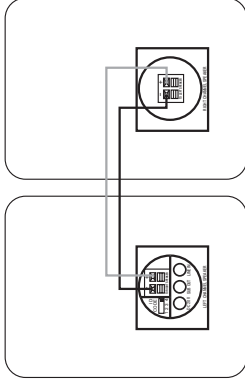

Bild 3.
Se bild 3. Observera att det finns en polariseringsremsa på högtalarbilden för att det ska vara lättare att skilja på de två ledarna. Kontrollera med hjälp av polariseringsremsan att du ansluter det positiva (+) uttaget på en högtalare till det positiva (+) uttaget på den andra högtalaren, och det negativa (-) till det negativa (-).
Steg 3. Anslut högtalarbilden (medföljer) till högtalaruttagen på den aktiva högtalaren ⑤ och till högtalaruttagen på baksidan av den passiva högtalaren ⑩, se bild 3. Observera att högtalarbilden som medföljer har en polariseringsremsa för att det ska vara lättare att skilja på ledarna. Kontrollera med hjälp av polariseringsremsan att du ansluter det positiva (+) uttaget på en högtalare till det positiva (+) uttaget på den andra högtalaren, och det negativa (-) till det negativa (-).
Steg 3. Anslut högtalarsladden (medföljer) till högtalartuttagen på den aktiva högtalaren ⑥ och till högtalartuttagen på baksidan av den passiva högtalaren ⑩, se bild 3. Observera att högtalarsladden som medföljer har en polaritetsremsa för att det ska vara lättare att skilja på ledarna. Kontrollera med hjälp av polaritetsremsan att du ansluter det positiva (+) uttaget på en högtalare till det positiva (+) uttaget på den andra högtalaren, och det negativa (–) till det negativa (–).